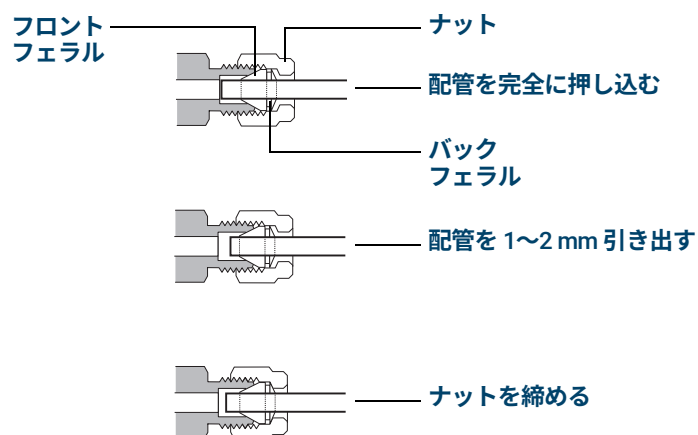

図 17. 配管を挿入する
- 5 図 17 に示すように、チューブを完全にプラグに押し込んでから、約 1 ~ 2 mm 引き出します。